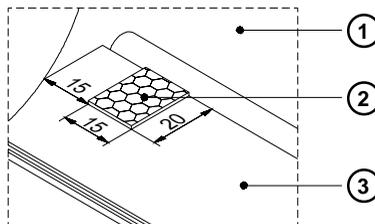

Bild 8m Anbringen der Reflexionsfolie
2. Befestigen Sie den Sensorhalter (7) incl. vormontierten Vorwarnsensor Transferbandende (8) mit den Zylinderschrauben (6) an der Montagewand.
3. Kontaktieren Sie das Kabel (9). **Hermes 4** ist mit einer dreipoligen Buchse an der Rückseite des Rahmens ausgerüstet. Die Anschlussbuchse (10) des **Hermes 5** befindet sich neben dem Bedienfeld.
4. Im Lieferumfang befindet sich eine selbstklebende Reflexionsfolie. Ziehen Sie die Abdeckfolie von der Klebeseite ab und befestigen Sie die Reflexionsfolie (2) wie im Bild 8m dargestellt auf dem Winkel (3) unterhalb der Transferbandwickler. Halten Sie dabei einen Abstand von ca. 15mm zur Montagewand (1) ein.